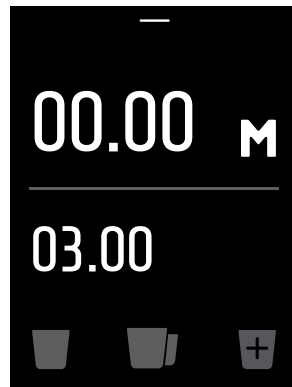

Abb. 5c
- 4 Mit dem Filterbehälter die Starttaste (10, Abb. 1) drücken und diese für die gewünschte Zeit gedrückt lassen, die auf dem Display angezeigt wird (siehe Abb. 5c). Die Fortschrittleiste der Portion blinkt (siehe Abb. 5c).